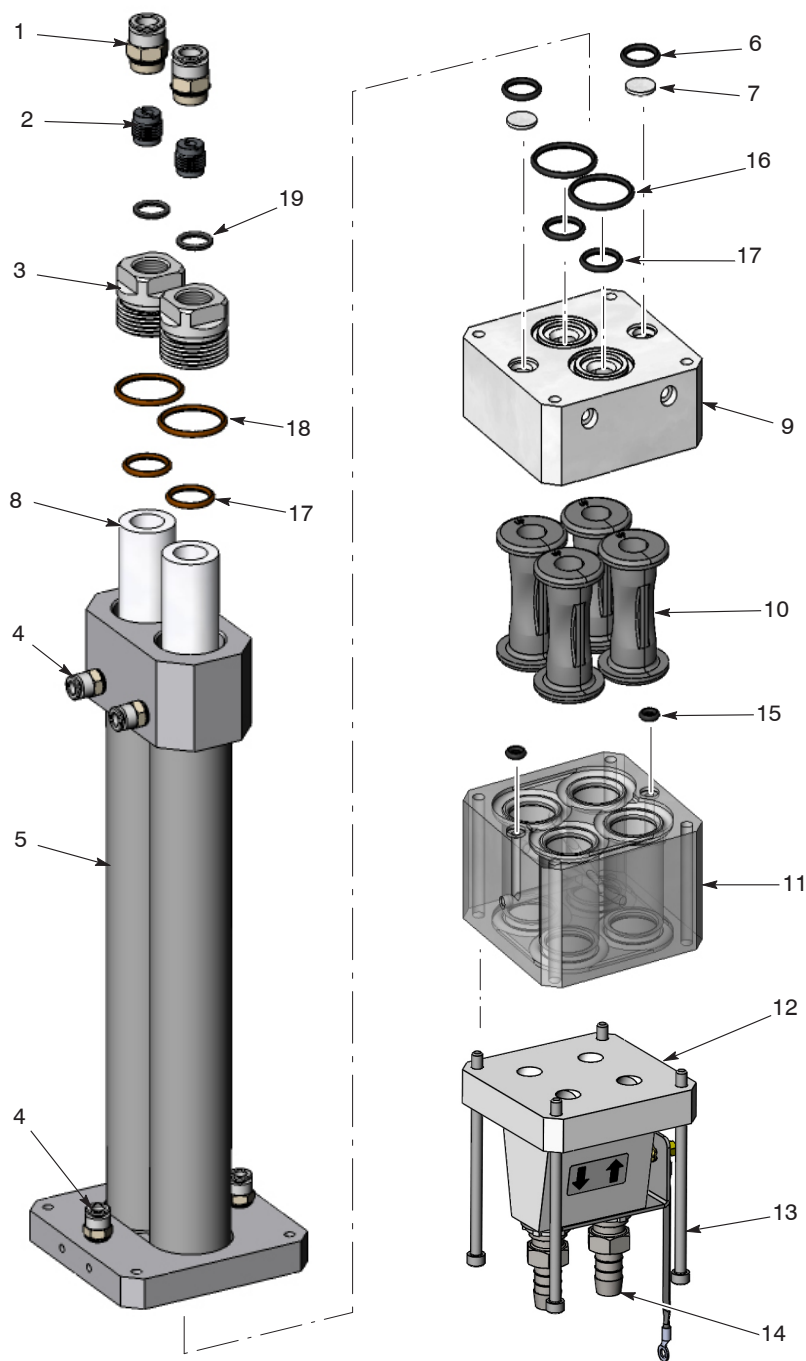

図13 ポンプの分解と組み立て
6. 図13を参照。流動チューブから初めてポンプを図のように分解します。